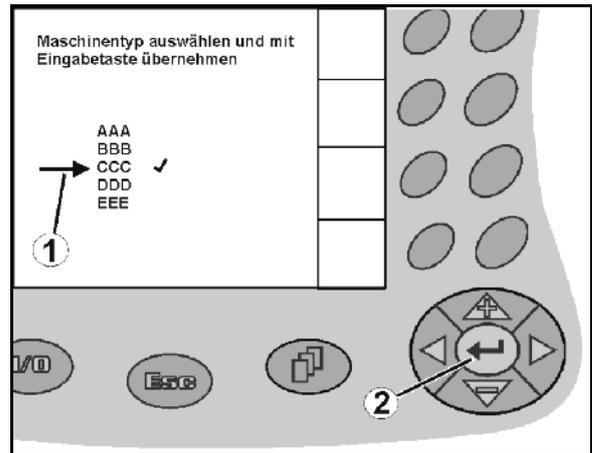

Fig. 14
1.  /  Plasser valgpilen (Fig. 14/1).
2.  Bruk valget (Fig. 14/2).